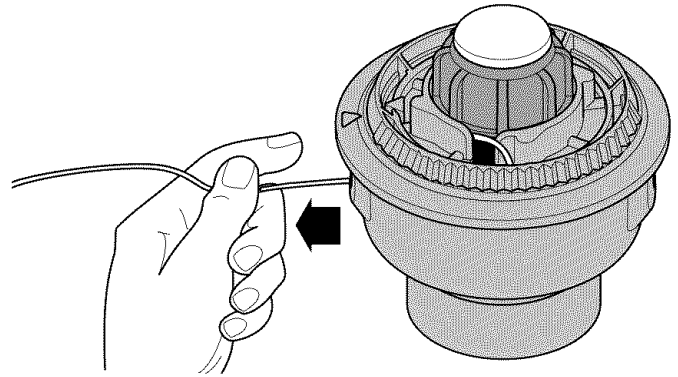

Fig. 17
4. Tire de la línea en sentido opuesto a la cabeza hasta que la línea esté tensa contra el carrete (Fig. 17).